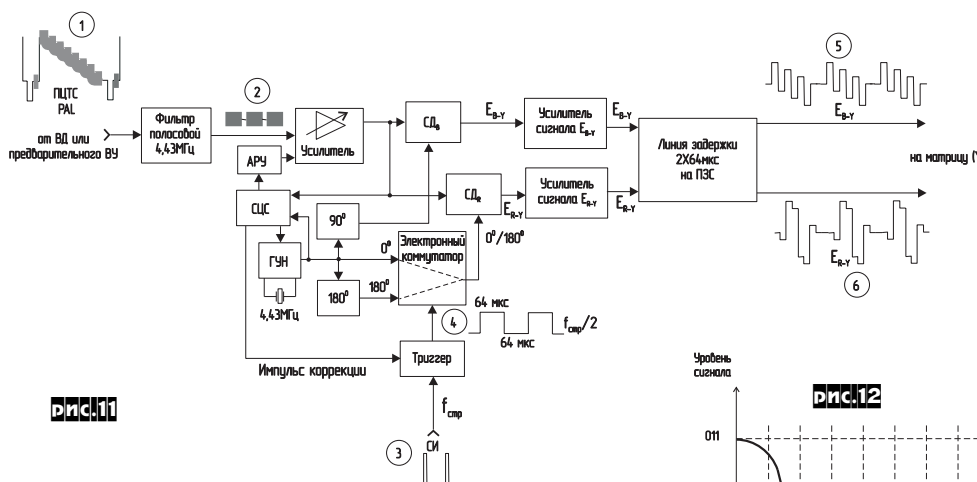

рис. 11
На рис.11 изображена функциональная схема декодера PAL с этой же линией задержки. Надо заметить, что можно собрать декодер PAL вообще без ЛЗ. Такой декодер называют декодером PAL_s. Но декодер PAL_s (от английского слова *simple* - простой) имеет один существенный недостаток, сводящий на нет все достоинства системы цветного телевидения PAL. Он чувствителен к дифференциально-фазовым искажениям поднесущей цветности. Если на выходе декодера PAL_s поставить сдвоенную широкополосную линию задержки, рассмотренную выше, то за счет сложения прямых и задержанных цветоразностных сигналов дифференциально-фазовые искажения компенсируются. Именно так сделано в схеме рис.11. Рассмотрим работу декодера PAL подробнее. Полосовой фильтр 4,43 МГц выделяет из ПЦТС PAL (1) сигнал поднесущей частоты PAL (2), которая имеет квадратурную модуляцию цветоразностными сигналами красного и синего (с изме-